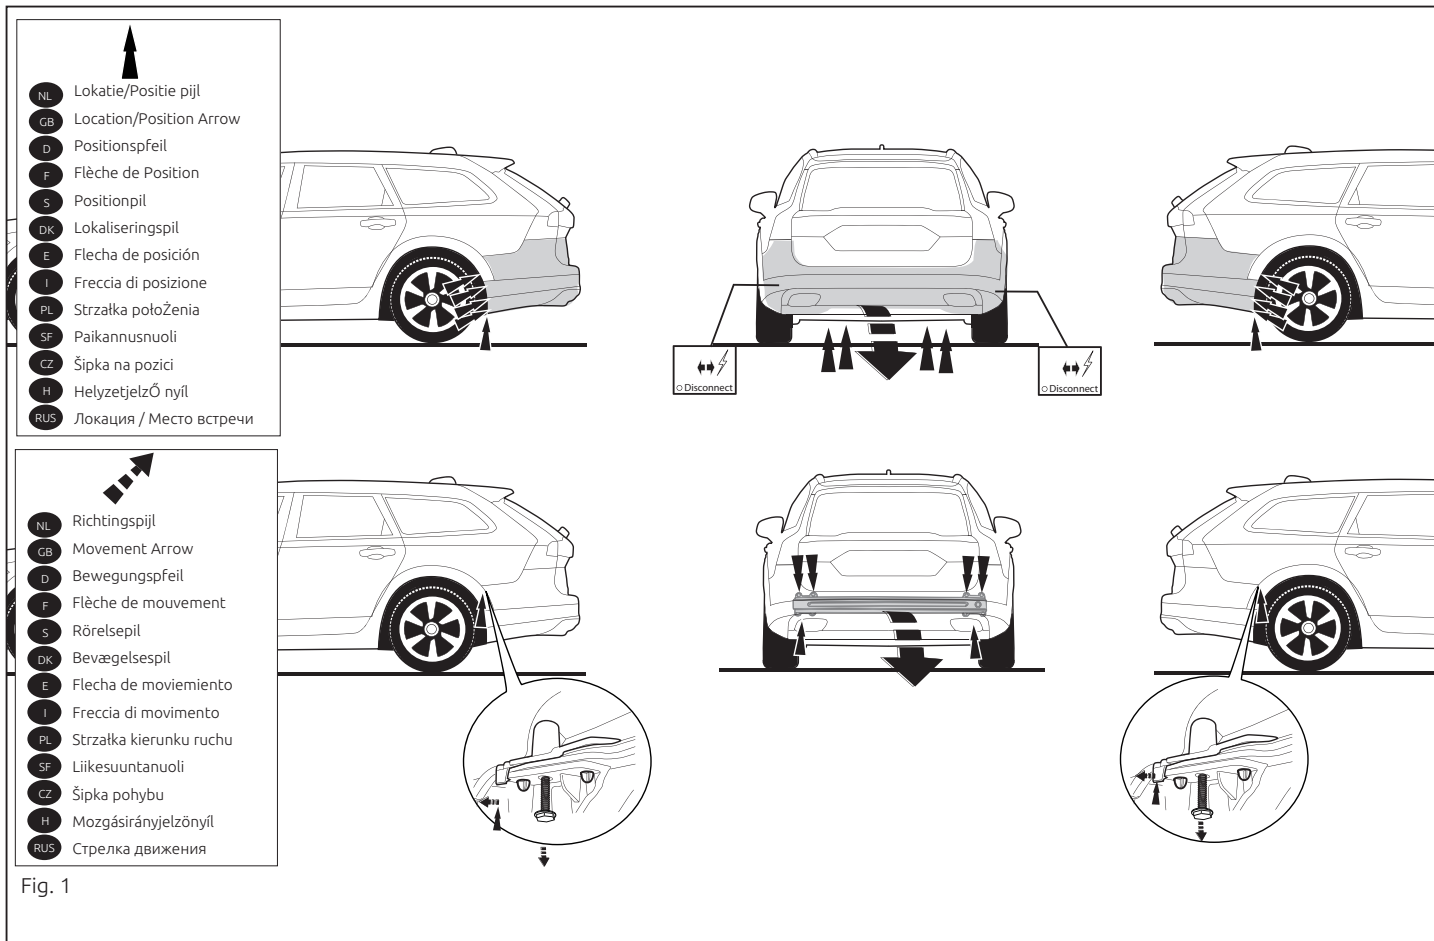

Fig. 1
1. Zdemontować z pojazdu zderzak wraz ze stalową belką zderzakową. Belka zderzakowa nie będzie ponownie używana. Patrz rysunek 1.
1. Снять бампер вместе со стальным буферным брусом автомобиля. Буферный брус больше не понадобится. См. рисунок 1.